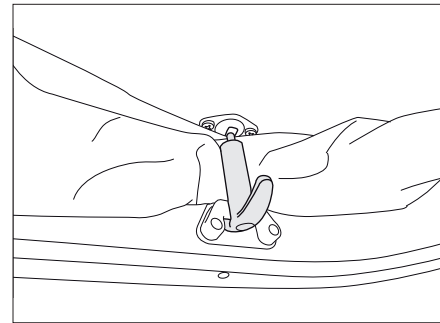

Fig. 136 Sécurité du toit relevable
- Desserrer les sécurités (Fig. 136) d'une traction.
- Tirer les sécurités (Fig. 136) légèrement vers le bas et les accrocher.